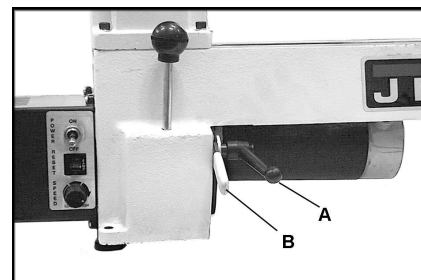

Fig 7
Den Riemen entspannen. Indexiergriff (A, Fig 7) lösen und Motor am Griff (B) anheben.